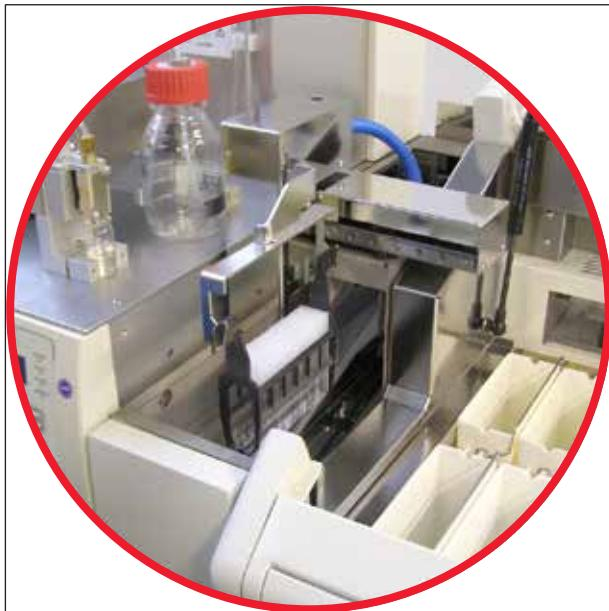

图 55
- 检查机械臂是否有污垢,必要时,用蘸有兼容溶剂的无绒布仔细清洁(→图 55)。